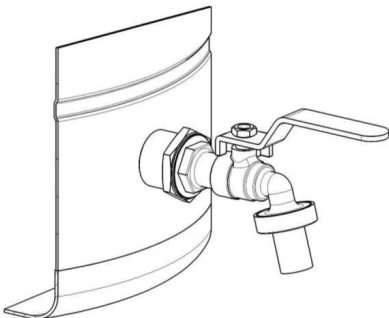

Рисунок 17 — Сливной кран в правильном положении
8. Вращая сливной кран по часовой стрелке с усилием, повернуть его в правильное положение носиком вниз (рис. 17). При необходимости при этом придерживать от проворота контргайку (3, рис. 9).